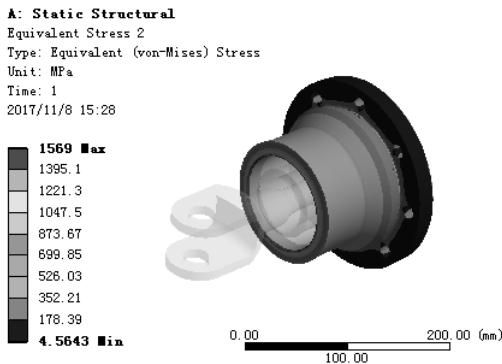

图 7.10.11 应力结果图解 (out-bush)
(4) 查看 out-bush 零件应力结果图解。在“Outline”窗口中选中 ，查看图 7.10.11 所示的零件 out-bush 的应力结果，其最小应力为 4.5643MPa，其最大应力为 1569 MPa。